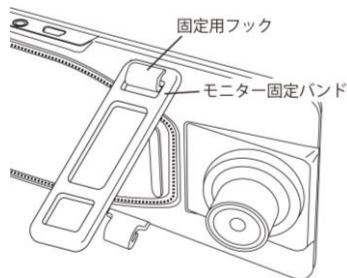

図6
- 2) モニター固定バンド×2本を固定用フックの上側に掛けてください(図6参照)。